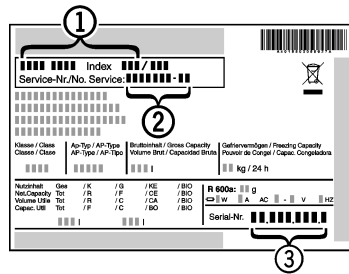

Fig. 27
- Relever la désignation de l'appareil *Fig. 27 (1)*, le n° de service *Fig. 27 (2)* et le n° de série *Fig. 27 (3)* sur la plaquette signalétique. Cette plaquette se trouve sur la paroi intérieure gauche de l'appareil.
- Informer le S.A.V. et lui communiquer la panne, la désignation de l'appareil *Fig. 27 (1)*, le n° de service *Fig. 27 (2)* et le n° de série *Fig. 27 (3)*.